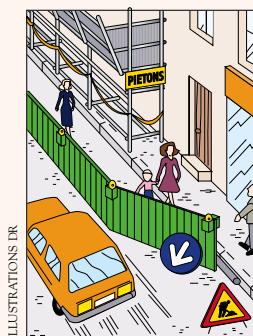

fig.12.
- Signalisation de position (fig. 12) OUI NON